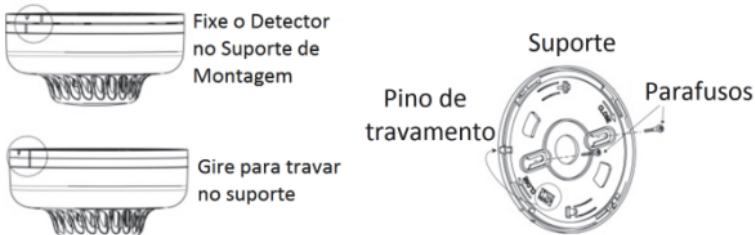

Figura 7: Instalação do detector de fumo e de calor
Para instalar o detector, execute as seguintes etapas (Veja a Figura 7)
2. Solte o pino de segurança do suporte para montagem da unidade (Figura 7).
6. Usando os parafusos fornecidos, conecte o suporte na parede como na Figura 7.
Introduza o pino de travamento para unir o suporte para montagem ao detector (veja a Figura 7).